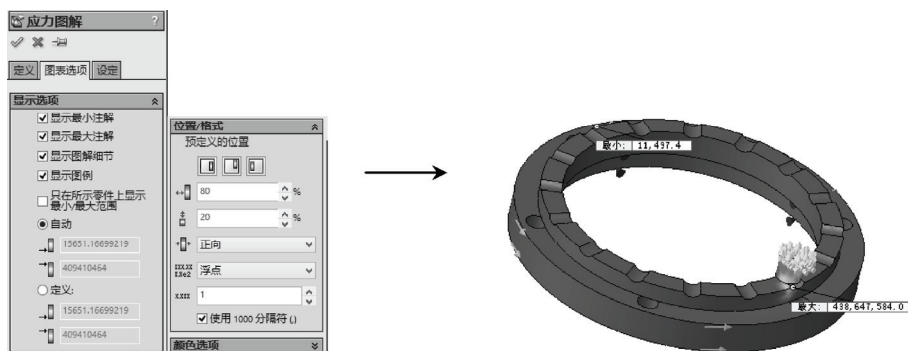

图 9-71 设置“图表选项”操作和效果
STEP 13 在图 9-70a 所示的“ISO 剪裁”属性管理器中单击“剪裁 开/关”按钮, 关闭 ISO 剪裁效果, 然后右击“应力 1”项, 选择“图表选项”菜单项, 打开“图表选项”属性管理器, 勾选“显示最小注解”和“显示最大注解”复选框, 在“应力”视图中显示出模型最小和最大受力点的位置, 如图 9-71 所示。
在模型分析完毕后，右键单击“算例”树中“结果”项下的任意一子项（此子项应处于显示状态），选择“图表选项”菜单项，打开“图表选项”属性管理器，在其中可设置在当前图解界面上要显示的图解信息，这里简单说明如下（可参考图 9-71）。